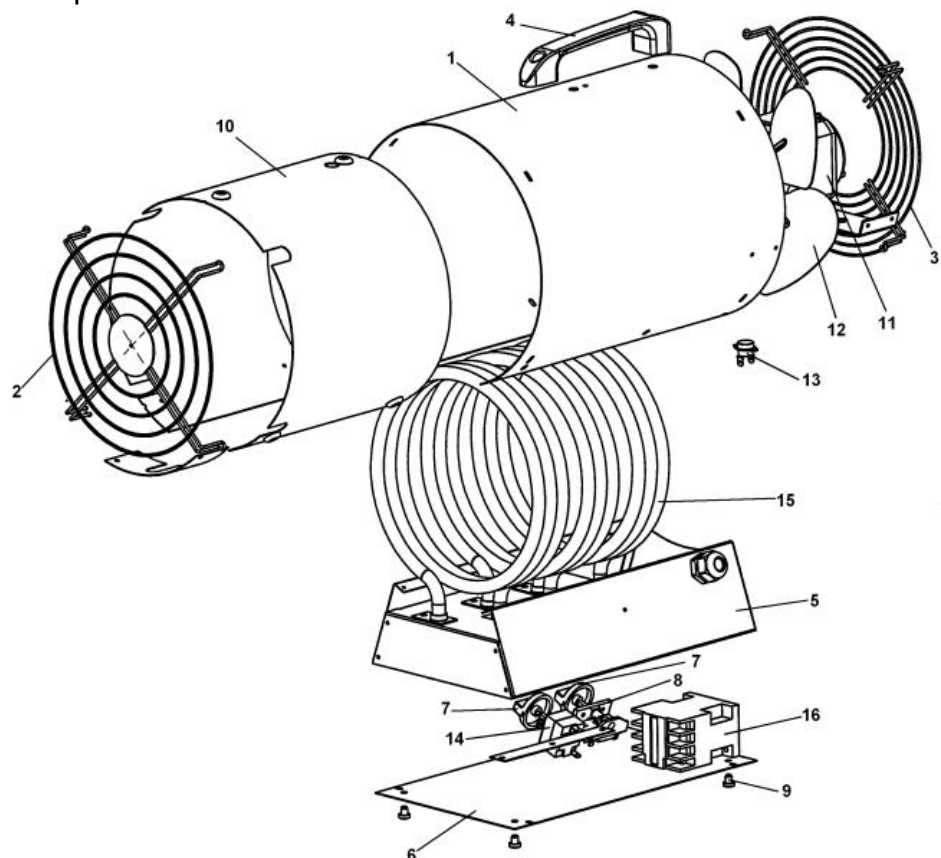

Рис.1
Соответствие положений ручки переключателя режимов работы (7) (рис. 1) :
Переключатель 8 (рис. 1) на четыре положения предназначен для установления режимов работы.
Термостат 13 (рис. 1) отключает ТЭН в случае аварийного (ненормального) режима работы (перекрыто входное или выходное отверстие, перегрев вследствие остановки электродвигателя).
Терморегулятор (капиллярный термостат) 14 (рис. 1) предназначен для автоматического поддержания температуры в помещении на заданном уровне. При достижении заданной температуры терморегулятор отключает нагревательный элемент, оставляя включенным вентилятор. При понижении температуры всасываемого воздуха на $3 - 5^{\circ}\text{C}$ вновь включает нагрев.
Установить переключатель режимов работы (8) рис. 1 тепловентилятора положение «O» (отключено).
Переключатель режимов (8) рис.1 установить в выбранный режим. Установка режима автоматического поддержания температуры для теплового вентилятора выполняется следующим образом:
Ручку (7) терморегулятора (14) рис. 1 повернуть против часовой стрелки до упора;
Переключатель режимов работы (8) рис. 1 установить в положение нагрева. В этом случае тепловой вентилятор работает в режиме вентилятора. Плавное поворачивать ручку (7) терморегулятора (14) рис. 1 по часовой стрелке до щелчка включения терморегулятора, который произойдет при совпадении уставки терморегулятора с температурой окружающего воздуха. Повернуть ручку (7) терморегулятора (14) рис. 1 по часовой стрелке еще на некоторый угол. Терморегулятор не имеет отградуированной шкалы по температуре и установка ручки на желаемую температуру в помещении уточняется (определяется) потребителем в процессе эксплуатации.
установить переключатель режимов работы (8) рис. 1 в режим вентилятора «1». В этом режиме крыльчатка будет вращаться, а ТЭН будет отключен.
установить переключатель режимов (8) рис. 1 в положение «0» - отключено. В случае длительного перерыва в работе теплового вентилятора вынуть вилку шнура питания из розетки.
- переключатель режимов работы (8) рис. 1 установить в положение «0» (отключено);
- переключатель режимов (8) рис. 1 установить в положение «1» (вентилятор) и по наличию воздушного потока убедиться во вращении крыльчатки (12). После этого можно включить нагрев.
- переключатель режимов работы (8) рис. 1 установить в положение «О» (отключено);
- переключатель режимов (8) рис. 1 установить в положение «1» (вентилятор) и по наличию воздушного потока убедиться во вращении крыльчатки (12) .